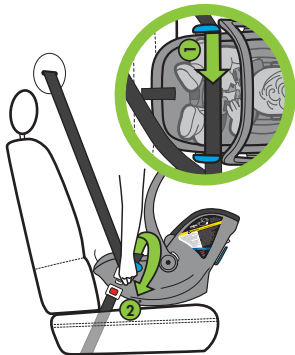

Figure 76a
- Faites passer la partie sous-abdominale de la ceinture du véhicule dans les deux guides de ceinture sous-abdominale bleus du véhicule (1) et bouclez la ceinture du véhicule comme indiqué à la **Figure 76a**. NE sortez PAS la ceinture du véhicule jusqu'au bout pendant cette étape.